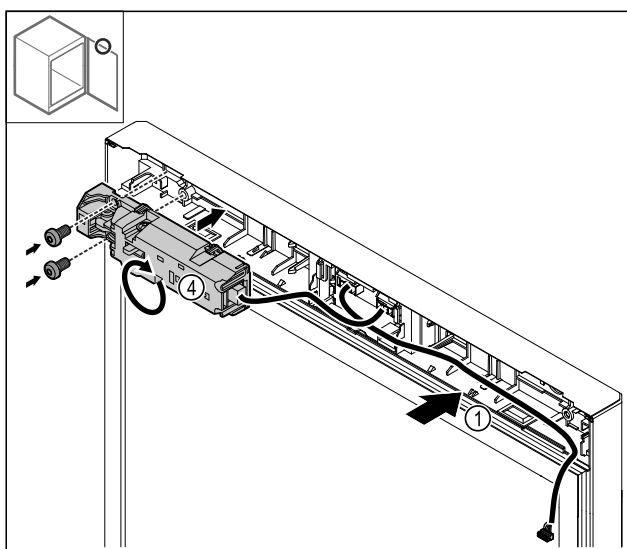

Fig. 26
- Disporre il cavo Fig. 26 (1) sul lato opposto.